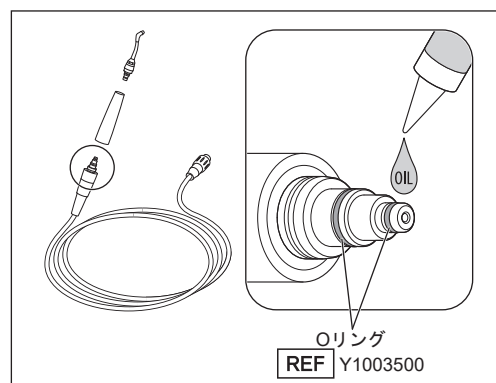

図47
- 4) 付属のタービン用オイルをOリング部に1滴たらし、指などでよくなじませます。余剰なオイルは柔らかい布などで拭き取ってください（図47）。